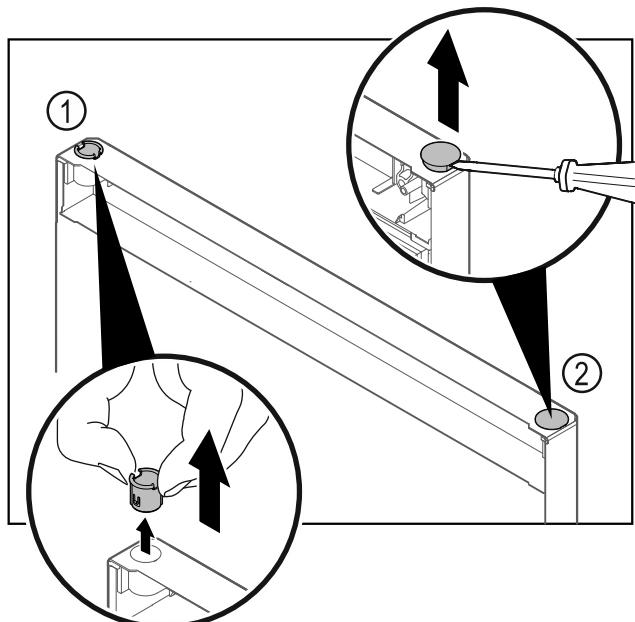

Fig. 28
- Pirštais ištraukite šarnyrinę ivorę Fig. 28 (1).
- Dengiamajį kamštį Fig. 28 (2) atsargiai pakelkite išdrožiniu atsuktuvu ir jį ištraukite.